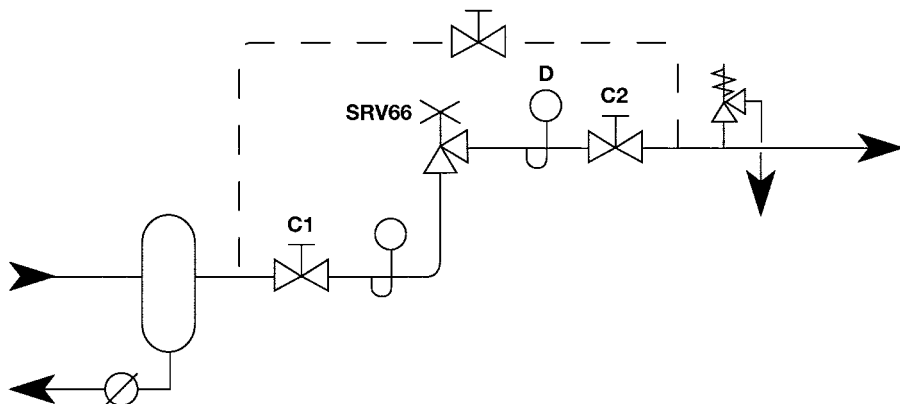

Fig. 5 - Intercettare la valvola
- Intercettare la valvola, chiudendo per prima la valvola d'intercettazione a monte (**C1**) e poi la valvola d'intercettazione a valle (**C2**). Controllare che la pressione si sia scaricata fino alla pressione atmosferica (**D**) e attendere che la valvola si raffreddi (vedere Fig. 5).